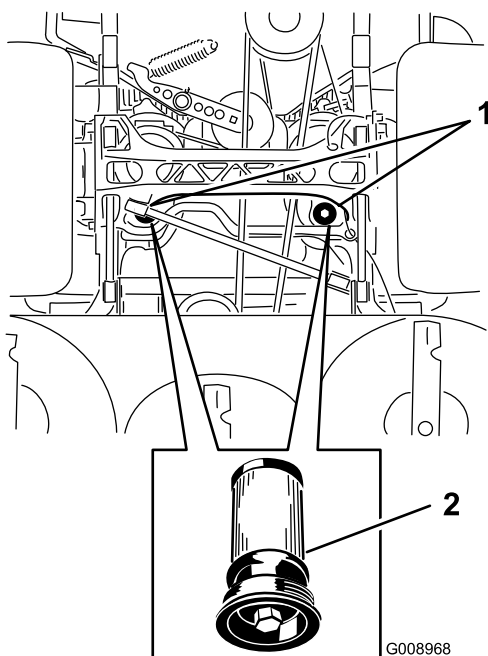

Figure 86
5. Placez un bac de vidange sous le filtre, retirez le filtre usagé et essuyez la surface (Figure 86).
6. Appliquez une fine couche de liquide hydraulique sur le joint en caoutchouc du filtre de rechange (Figure 86).